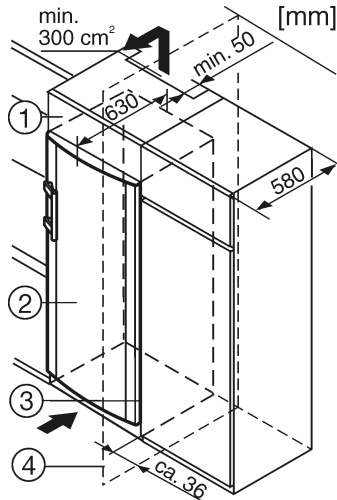

Fig. 14
- (1) yläkaappi
(2) laite
(3) keittiökaappi
(4) seinä
Vakiomittaisiin keittiökaappeihin (syvyys kork. 580 mm) yhdistettynä laite voidaan sijoittaa välittömästi keittiökaapin Fig. 14 (3) viereen. Laitteen oven mitat ylittävät sivuilta 34 mm ja sen keskeltä 50 mm keittiökalusteen mitat. Siten se on helppo avata ja sulkea.
Jos laite sijoitetaan oven saranapuoli suoraan seinään Fig. 14 (4) päin, on laitteen ja seinän väliin jätettävä vähintään 36 mm vapaa tila. Tämä vastaa kädensijan syvyyttä oven ollessa auki.